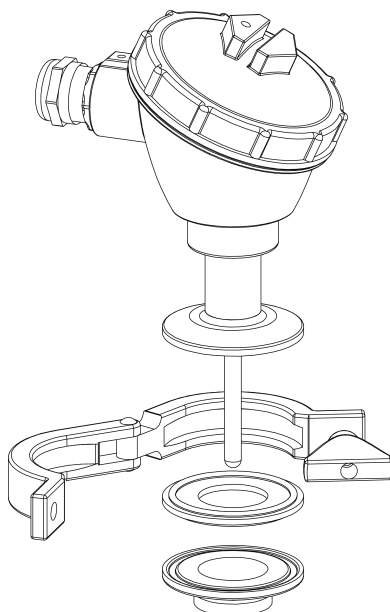

Рисунок 5.4 – Монтаж датчика с присоединением Clamp DIN 32576
4. Прижать датчик хомутом (см. рисунок 5.4) .